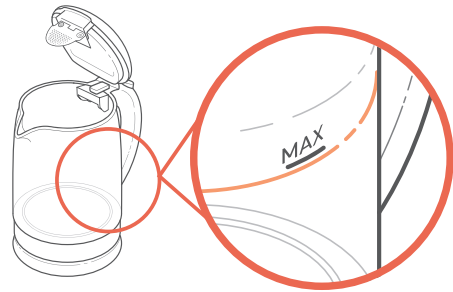

Figure 2.1
2. Remplissez la bouilloire au niveau désiré. **Ne remplissez pas** le socle au-delà de la ligne « **MAX** ». [Figure 2.1]